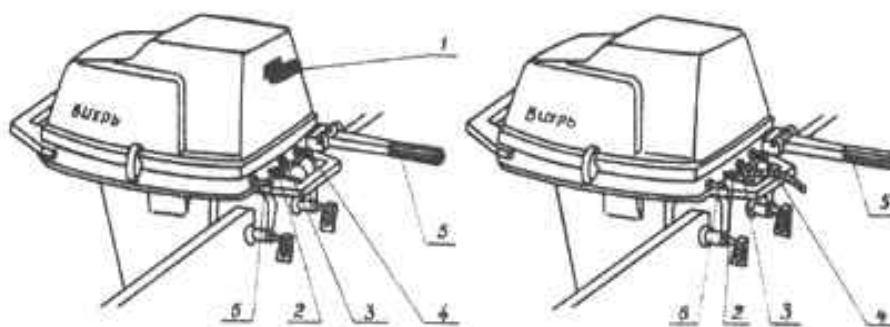

Рис. 10. Органы управления:
Подсоедините муфту шланга к штуцеру поддона 6 (рис. 10) и поверните ее так, чтобы выступы штуцера зашли в пазы муфты.
1. Закройте дроссель карбюратора поворотом рукоятки газа 5 (рис. 10, а, б) на румпеле и в положении «малый газ» до упора. Потяните «на себя» ручку подсоса 2 (рис. 10, а, б) так, чтобы выступ на штоке вышел из паза в корпусе подсоса, затем поверните слегка ручку и оставьте подсос включенным.
На моторе с ручным запуском для этого надо за ручку стартера 1 (рис. 10, а) энергично вытянуть шнур на длину 60-70 см и плавно возвратить его на блок, не выпуская ручки из рук. Чтобы избежать ударов собачек стартера о диск храповика, рекомендуется до сцепления собачек с диском вытягивать шнур медленно (момент сцепления легко почувствовать при вытягивании шнура), а уже после этого вытянуть шнур как указано.
Для остановки мотора необходимо уменьшить обороты двигателя до минимальных и спустя 2-3 минуты нажать кнопку «стоп» 3 (рис. 10, а, б), не отпуская ее, пока мотор не остановится, после чего ручку реверса перевести в нейтральное положение.